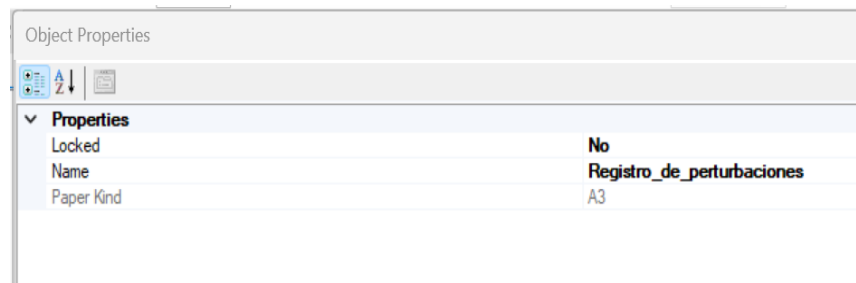

Imagen 290_Renombre de la nueva aplicación con el nombre Registro de perturbaciones.
4.2.2 En la ventana de “*Object Properties*” le cambiaremos el nombre a “*Registro de perturbaciones*” como se muestra en la **Imagen 290**.